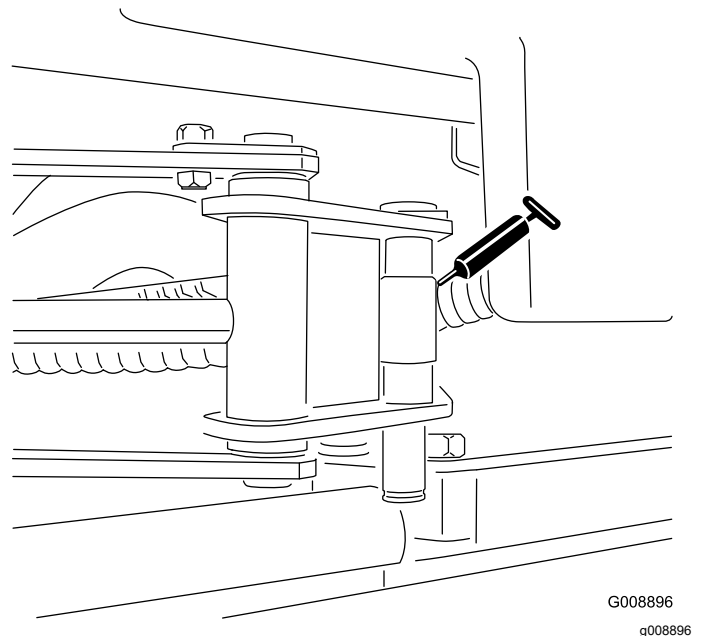

Bild 34
- 2 Ausleger-Zylinderenden (Bild 34)